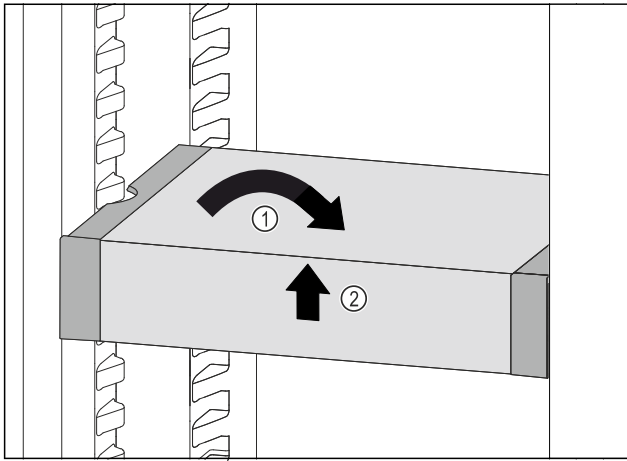

Fig. 99
- Remettre le VarioSafe droit. Fig. 99 (1)
- Soulever la partie avant du VarioSafe. Fig. 99 (2)